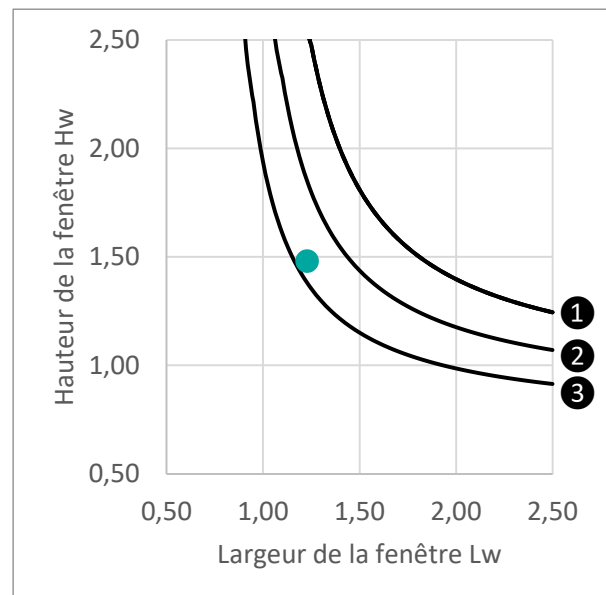

Figure 3 Influence de l'intercalaire
La figure 3 illustre l'influence de l'intercalaire. Utiliser un intercalaire thermiquement amélioré (Ψ_g selon la méthode simplifiée = $0,06 \text{ W}/(\text{m}^2.\text{K})$) décale la courbe vers la gauche (courbe ②). La fenêtre de 1,23 m x 1,48 m ne satisfait toujours pas à l'exigence. La plage des dimensions peut être encore étendue en utilisant un intercalaire thermiquement amélioré disposant d'une fiche établie selon la méthodologie allemande citée plus haut, p.ex. $\Psi_g = 0,04 \text{ W}/(\text{m}.\text{K})$ (courbe ③). Cette fois, la fenêtre de 1,23 m x 1,48 m satisfait à l'exigence, puisqu'elle est au-dessus de la courbe ③. L'utilisation de la méthodologie allemande n'étant pas courante en Belgique, la courbe ② sera la référence pour les analyses suivantes.